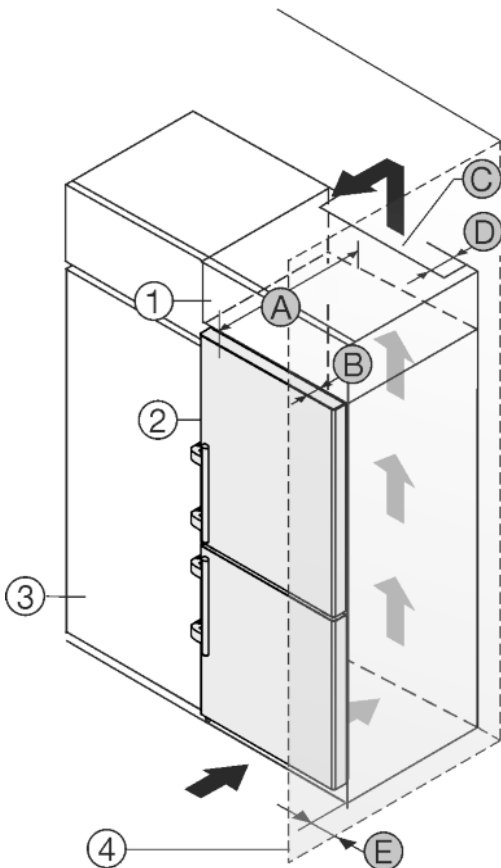

Fig. 25
Das Gerät kann mit Küchenschränken umbaut werden. Um das Gerät Fig. 25 (2) der Küchenzeilenhöhe anzugleichen, kann über dem Gerät ein Aufsatzschrank Fig. 25 (1) angebracht werden.
Das Gerät kann direkt neben dem Küchenschrank Fig. 25 (3) aufgestellt werden. Um die Türe vollständig öffnen zu können, muss das Gerät um die Tiefe Fig. 25 (B) gegenüber der Küchenschrankfront vorstehen. Abhängig von der Tiefe der Küchenschränke und Verwendung von Wandabstandhaltern kann das Gerät weiter herausragen.
- An der Rückseite des Aufsatzschrankes muss ein Abluftschacht mit der Tiefe Fig. 25 (D) über die gesamte Aufsatzschrankbreite vorhanden sein.
- Unter der Raumdecke muss der Entlüftungsquerschnitt Fig. 25 (C) eingehalten werden.
Wenn das Gerät mit den Scharnieren neben einer Wand Fig. 25 (4) aufgestellt wird, muss der Abstand Fig. 25 (E) zwischen Gerät und Wand eingehalten werden. Dies entspricht dem Griffüberstand bei geöffneter Tür.